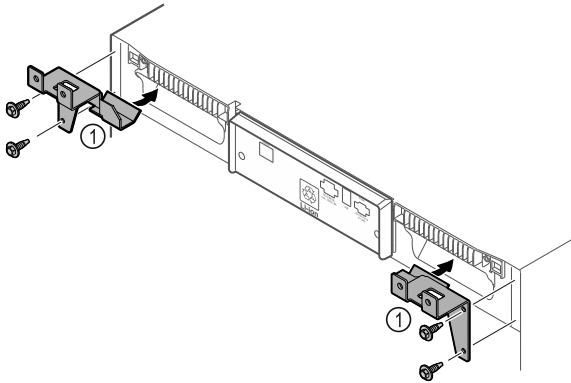

Fig. 10
- ▶ Montați părțile de susținere Fig. 10 (1) pe aparat cu șuruburile autofiletante.